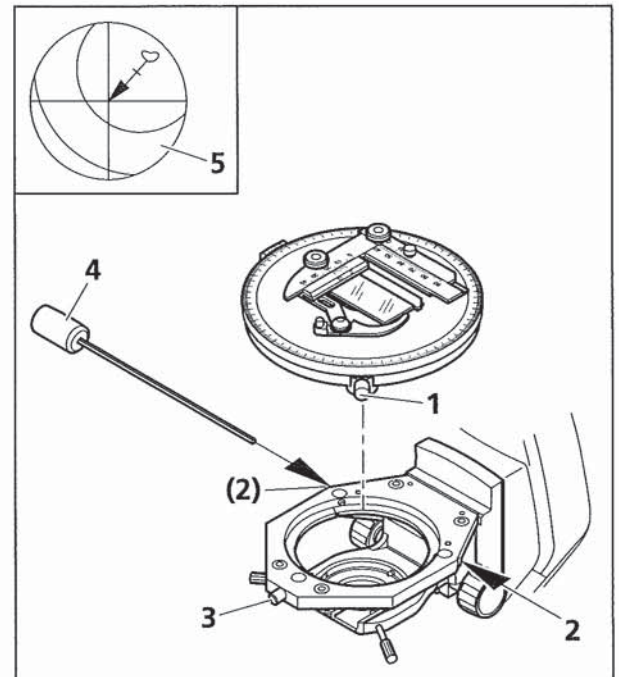

Bild 3-13 Drehtisch Pol zentrieren
Alle Tische sind werksseitig vorzentriert, d. h. bei der Tischdrehung bleibt ein eingestelltes Präparatdetail in der Bildmitte. Wandert das Detail bei der Tischdrehung aus der Sehfeldmitte (Bild 3-13/5), so sollte eine Nachzentrierung, wie nachfolgend beschrieben, durchgeführt werden.
- Tischklemmung (Bild 3-13/1) und Schraubkappe des Tischträgers (Bild 3-13/3) lösen.
- Durch Drehen des Tisches maximale Präparat- auslenkung (Bild 3-13/5, Pfeilansatz) zum Okularstrichkreuz ermitteln.
- Präparatdetail durch Verstellen der beiden Zentrierschrauben am Tischträger (Bild 3-13/2) mit je einem Inbusschraubendreher SW 1,5 (Bild 3-13/4) um die halbe Pfeillänge in Richtung Strichkreuzmitte verschieben. Kontrollieren, ob bei erneuter Tischdrehung Präparatdetail auswandert, ggf. Zentriervorgang wiederholen.
- Nach Abschluss des Zentriervorgangs Schraubkappe (Bild 3-13/3) wieder fest anziehen.